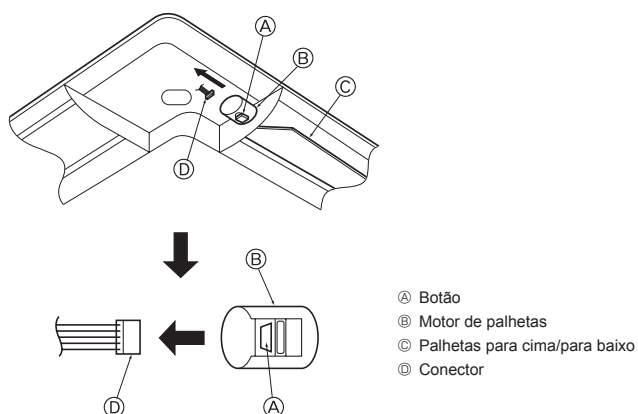

Fig. 5-9
5.4. Bloqueio da direcção do fluxo de ar para cima/para baixo (Fig. 5-9)